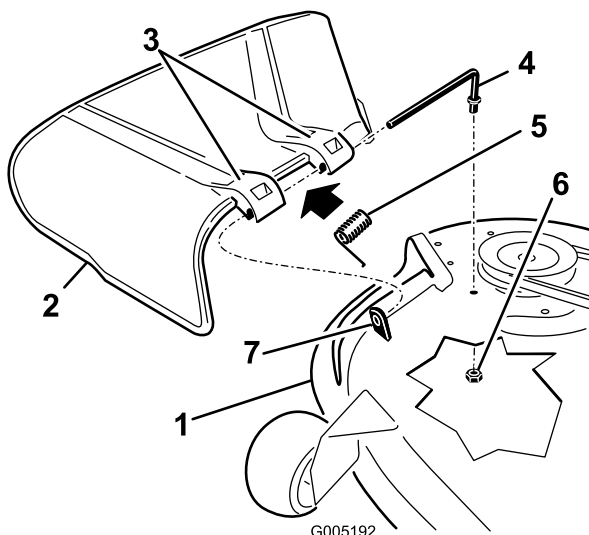

Figure 59
1. Retirez l'écrou (3/8 po) de la tige, sous le tablier de coupe (Figure 59).
- Sortez la tige de la courte cheville de positionnement, du ressort et du déflecteur d'herbe (Figure 59).
- Remettez en place le déflecteur d'herbe (Figure 59).
- Insérez la tige dans le deuxième support du déflecteur d'herbe (Figure 59).
- Fixez l'extrémité arrière de la tige dans le tablier de coupe à l'aide d'un écrou (3/8 po), comme montré à la Figure 59.